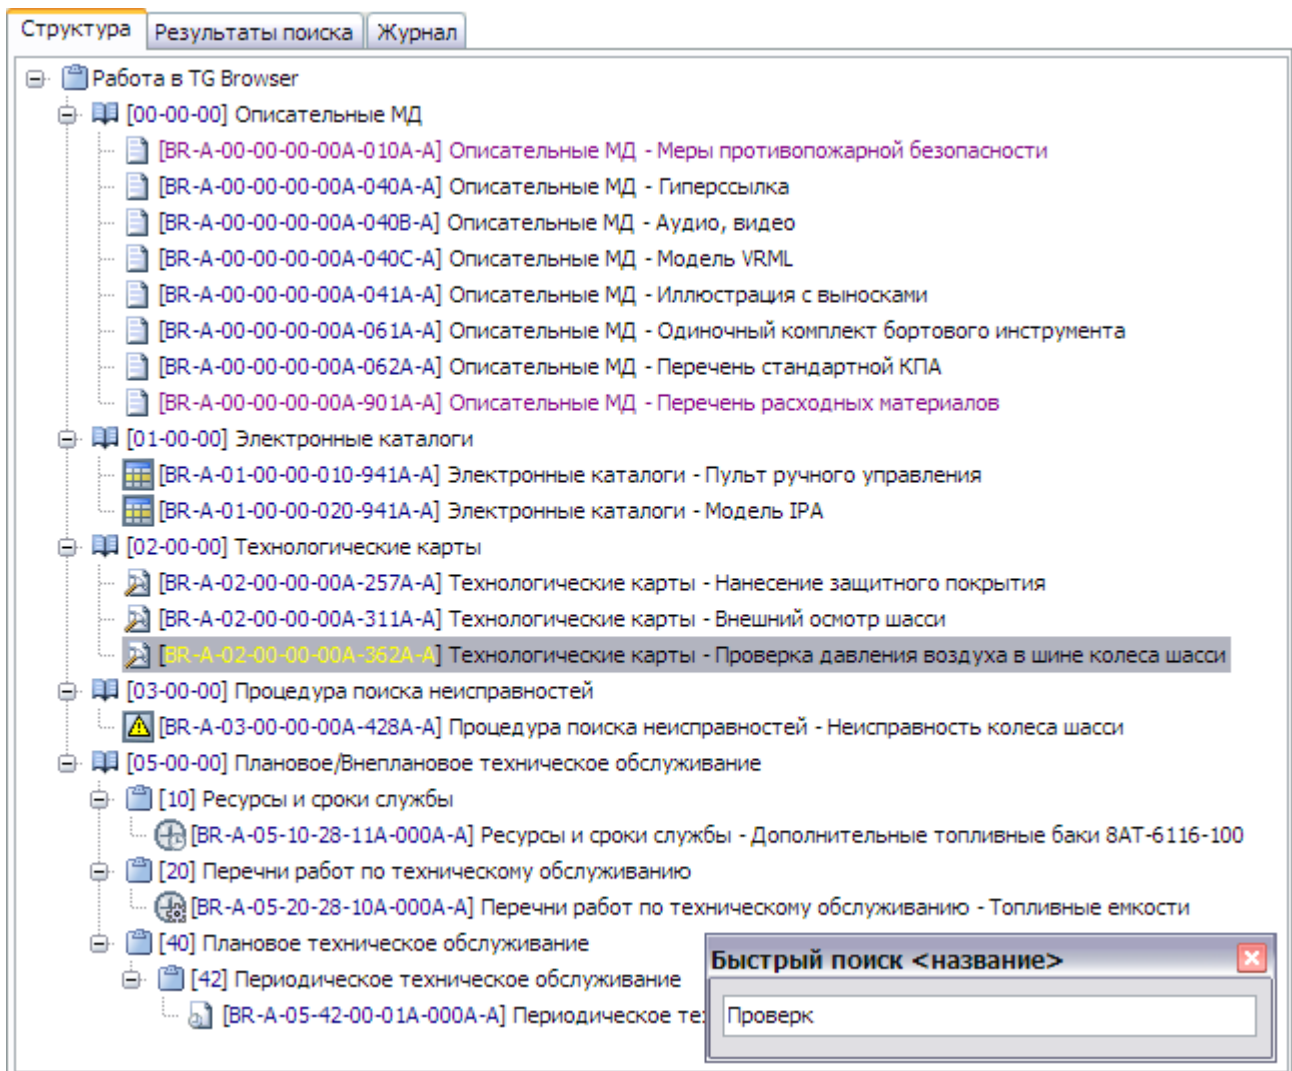

Рис. 68
3. Наберите на клавиатуре начальные буквы, если поиск производится по названию (или символы кода, если поиск производится по коду). В нижней части вкладки **Структура** появится окно быстрого поиска с введённой строкой поиска (Рис. 68).